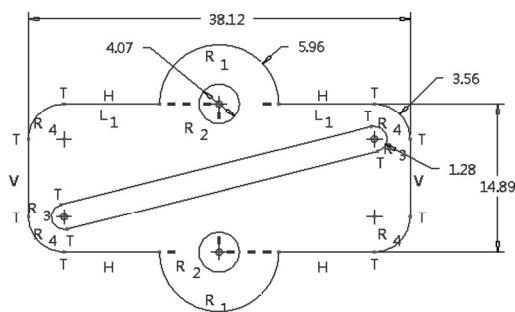

图 2-105 标注结果
12) 标注所需的尺寸。在“尺寸”组中单击 (法向) 按钮, 标注所需要的尺寸 (暂时不用修改默认的尺寸值)。标注结果如图 2-105 所示。